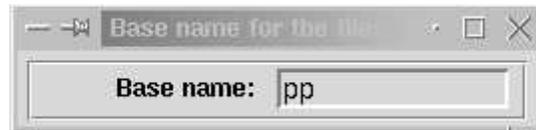

Figura 9
- 3) La sección central derecha tiene que ver con el manejo de los archivos de las imágenes obtenidas. El botón "Base name" permite determinar el prefijo común para una serie de archivos. El programa se encargará de agregarle un numero secuencial de tres cifras junto con la terminación ".fits". Así, por ejemplo, si el prefijo dado fue "night1", la primera imagen salvada se llamará "nighth1001.fits", la segunda será "nighth1002.fits" y así, sucesivamente. En la figura 9 se muestra la ventana en la que se deberá teclear este prefijo.